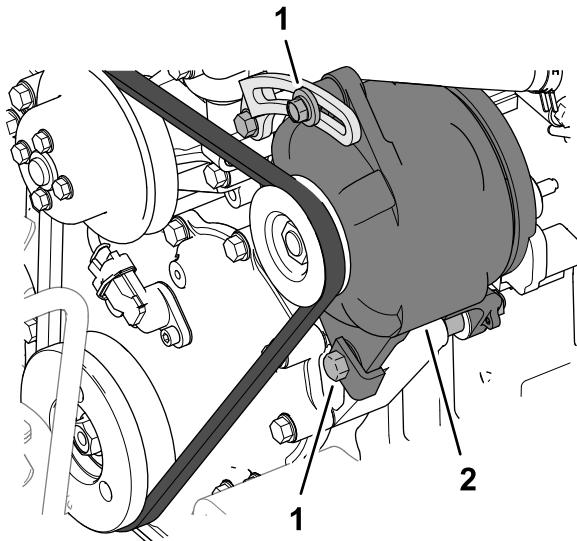

Figure 114
Vérifiez l'état et la tension des courroies (Figure 114) toutes les 100 heures de fonctionnement.
5. Si la flèche est supérieure ou inférieure à 10 mm ($\frac{3}{8}$ po), desserrez les boulons de montage de l'alternateur (Figure 114).